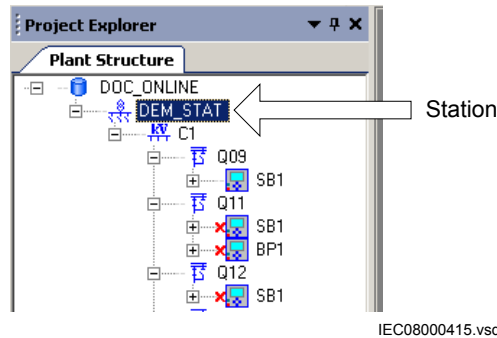

Figure 63: CEI 61850 : Exportation SCD - étape 1
1. Sélectionner le poste dans la structure de l'installation, voir Figure 63.